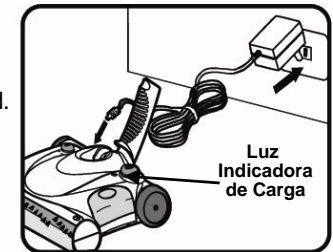

Fig. 5
1. Conecte el enchufe del cargador en el conector o agujero de la parte posterior de la barredora. Enchufe el cargador en un tomacorriente. (120V., 60Hz.) Use únicamente KA12D090020023U. (Fig. 5)
**NOTA: Se alcanzará el rendimiento máximo únicamente luego de haber cargado y descargado la unidad dos (2) o tres (3) veces.**